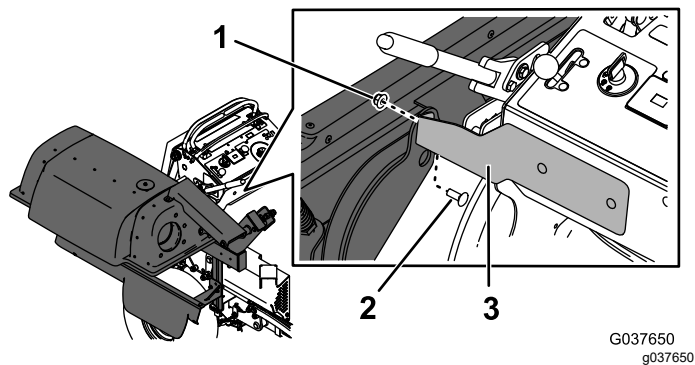

Figura 16
- Fissate il telaio del sistema di raccolta alla staffa del supporto anteriore utilizzando un bullone a testa tonda ($\frac{3}{8}$ " x 1") e un dado ($\frac{3}{8}$ " come illustrato nella **Figura 16**.